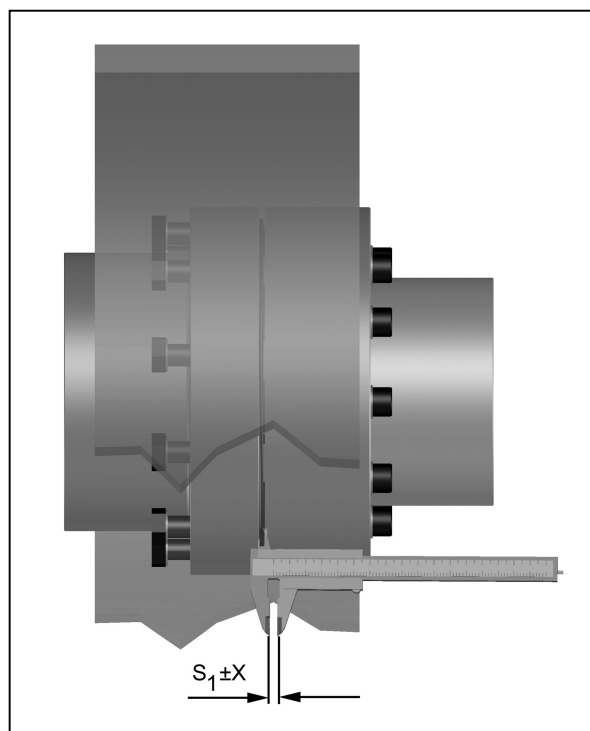

Bild 8
- Messen Sie gemäß Bild 8 das axiale Spaltmaß S_1 .